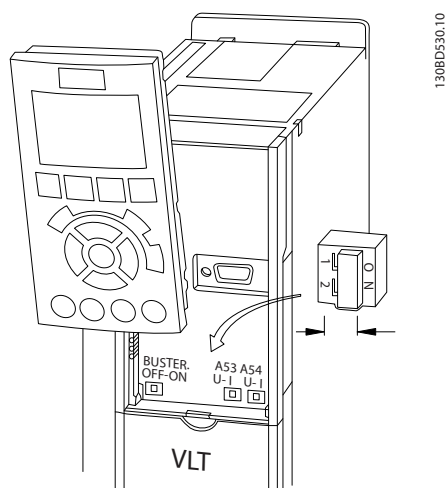

图 4.13 端子 53 和 54 的开关的位置
1. 拆除本地控制面板（如图 4.13 所示）。
- 可以使用变频器的端接开关（总线终端开/关，如图 4.13 所示）或偏置端接电阻器网络实现每个网络段两端的端接。